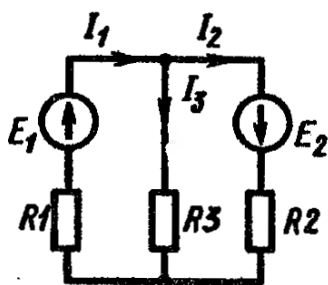

Рис. 4.4.
**ЗАДАНИЕ 4.5** На рис. 4.4. представлена электрическая цепь, где  $E_1 = 130 \text{ В}$ ,  $E_2 = 85 \text{ В}$  и сопротивления резисторов  $R_1 = R_3 = 20 \text{ Ом}$ ,  $R_2 = 40 \text{ Ом}$ ,  $r_1 = r_2 = 0$ . Определить токи в ветвях и составить баланс мощностей.